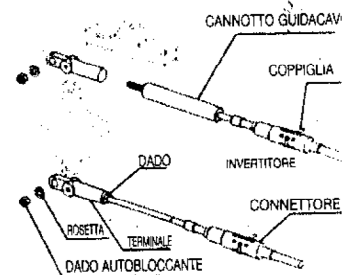

Fig. 2
4.2. Die Klemme auf dem Kabelkontakthebel bis zum Anschlag festschrauben. **Abb. 2**
5.3. Die Klemme bis zum Anschlag am Kontakthebel festschrauben. **Abb.2**